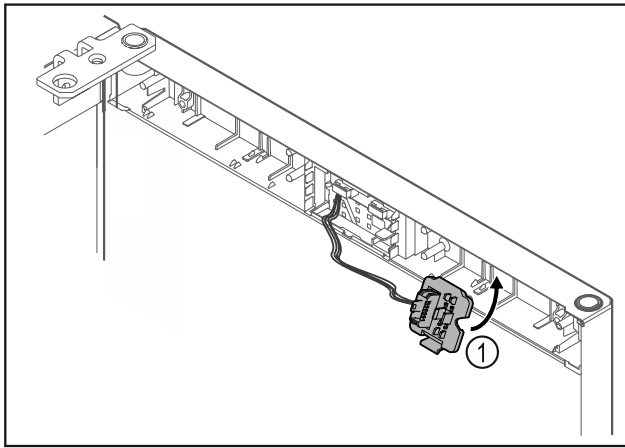

Fig. 24
- ▶ Encajar el soporte del conector Fig. 24 (1) en el lado contrario.